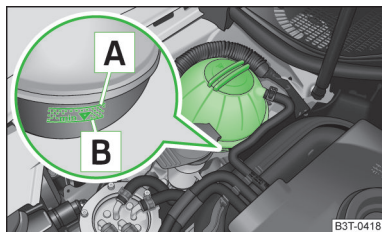

Fig. 128
Per il rabbocco, si consiglia di utilizzare solamente degli antigelo che siano indicati sul serbatoio di espansione per il liquido di raffreddamento » fig. 128 a pagina 164.
- Quando si aggiunge il liquido di raffreddamento, non superare la tacca A » fig. 128 a pagina 164.
- Controllare il livello di liquido di raffreddamento nel serbatoio di espansione del liquido di raffreddamento » fig. 128. A motore freddo, il liquido deve essere compreso tra le tacche **B** (min.) e **A** (max.). A motore caldo, esso può anche superare di poco la tacca **A** (max).
- Posizionare un panno sul tappo del serbatoio del liquido di raffreddamento » fig. 128 a pagina 164 e avvitare il tappo **con cautela**.
**A** » fig. 128 a pagina 164. Non appena si scalda, il liquido di raffreddamento in eccesso viene espulso dal sistema di raffreddamento attraverso la valvola limitatrice di pressione integrata nel tappo del serbatoio di espansione del liquido di raffreddamento.